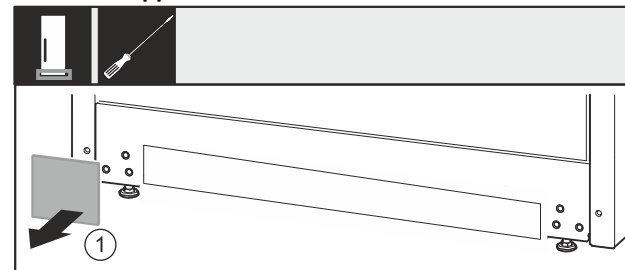

Fig. 24
- Retirer le cache Fig. 24 (1).